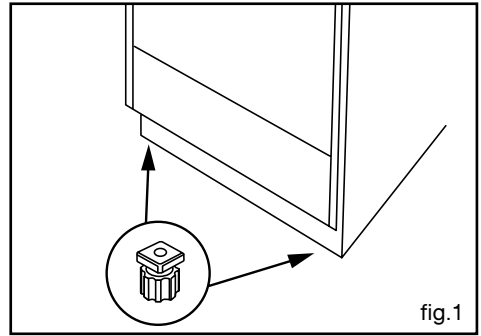

fig.1
• Plat lèchefrite multi-usages fig.1
Vous devez respecter la côte d'encastrement suivante (fig.1, vue de dessus):
- Enfoncez un tournevis entre la tôle du capot et la trappe puis faites pivoter la trappe (fig.1).
(suivant modèle) fig.1